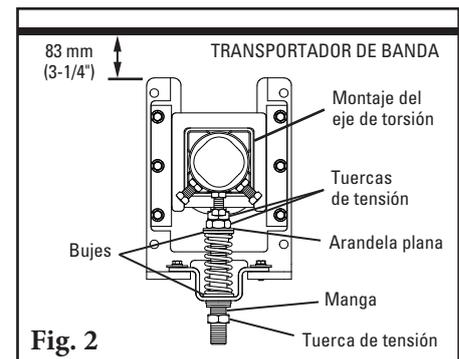

Fig. 2
2. **Instale el eje.** Quite el tornillo de la mordaza del eje y levante o quite la mitad superior de la mordaza del eje del tensor en el lado más cercano del transportador y afloje el tornillo de la mordaza del eje en el lado opuesto. Deslice el eje a través del transportador y a través de la mordaza del eje que aflojó, luego coloque el extremo cercano del eje en la mordaza del eje restante (Fig. 2). Reemplace la mitad superior de la mordaza del eje, vuelva a instalar el tornillo y apriete ambos tornillos con la mano.
- 5. Reemplace la manga.** Coloque la manga sobre la barra de ajuste y gírela hasta que llegue a la mitad del buje. Reemplace la tuerca de tensión inferior y apriete hasta que bloquee la manga en su lugar (Fig. 2).